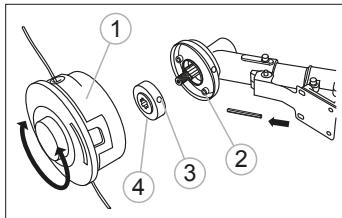

рис. 6
- Удерживая стержень в отверстиях 2 и 3 чашки редуктора и фланцевой шайбы 4, закрутите катушку с леской против часовой стрелки до упора (рис. 6).